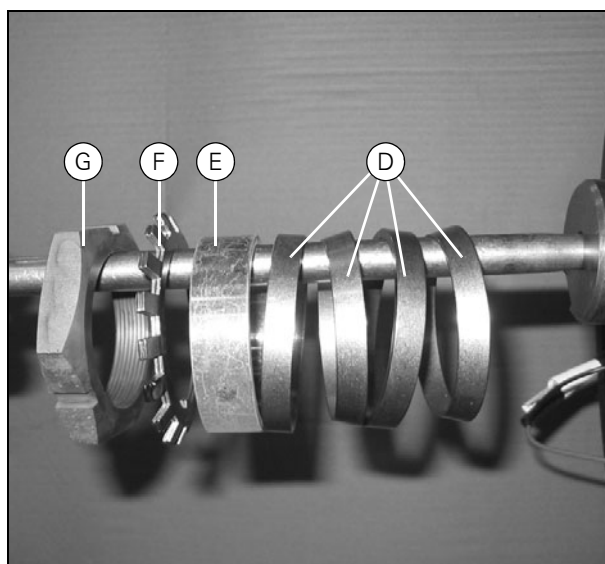

Рисунок 44
- Установите два набора крепежных элементов (D), дистанционную втулку (E), стопорную пластину (F) и центральную гайку (G) в порядке, показанном на (Рис. 44).
- Затяните центральную гайку (G) моментом 600 Нм.